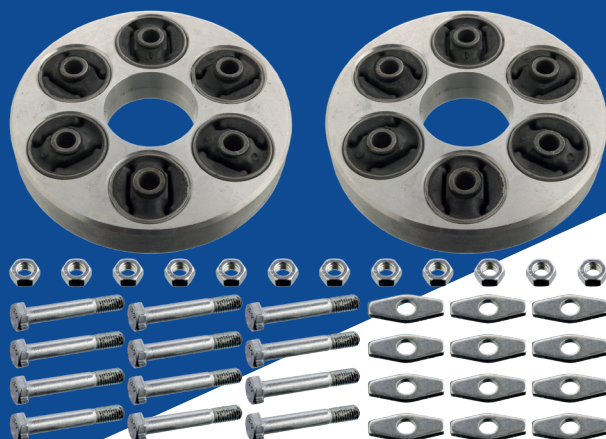

Abb. 1
- Wenn möglich, entfernen Sie nicht den „Hufeisen“-förmigen Halter (Abb. 1), welcher den Zugang zu den Schrauben der vorderen Gelenkscheibe verdecken könnte. Dies sollte mit Hilfe einer Verlängerung möglich sein. Hierzu wird die Nebenwelle gedreht, um jeweils Zugang zu den Schrauben zu erhalten. Der „Hufeisen“-Halter ist werkseitig optimal ausgerichtet. Falls ein Ausbau erforderlich ist, muss die ursprüngliche Position vorher markiert werden.